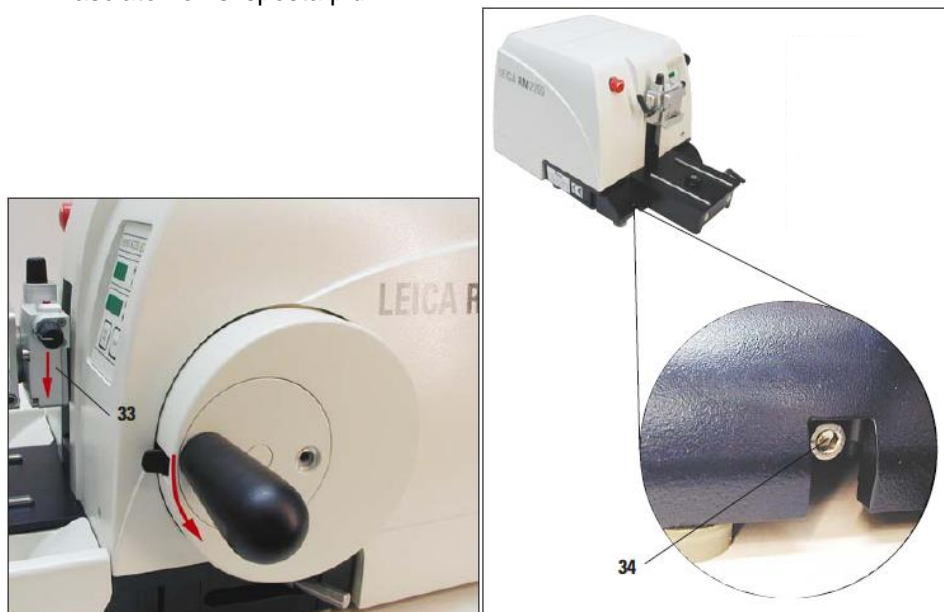

Figura 7: Regolazione fine della compensazione delle forze
- ⇒ Portare il portaoggetto ruotando il volano a metà altezza della corsa verticale (figura 7) (posizione ore 9:00h).
| Figura 7: Regolazione fine della compensazione delle forze | 16 |